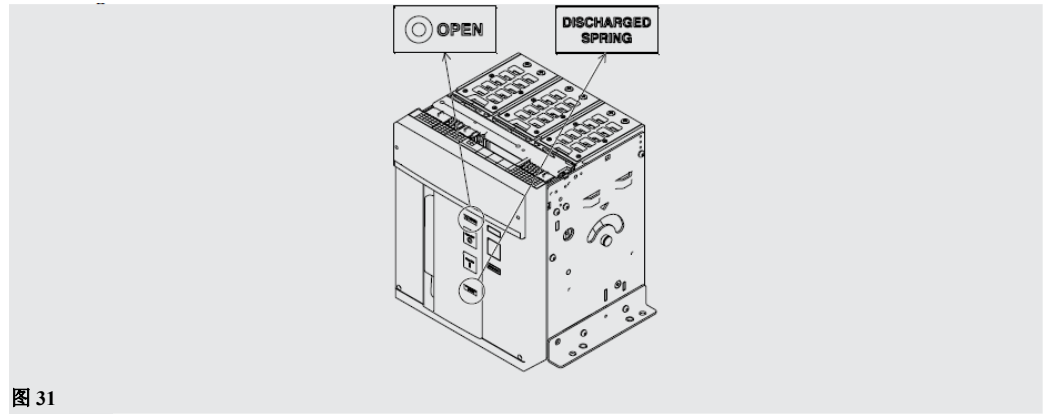

图 31
7. 确保断路器处于分闸状态（分闸/合闸指示器显示“O-OPEN”），并确保弹簧未储能（弹簧状态指示器显示“white - DISCHARGED SPRING”），如图 31 所示。